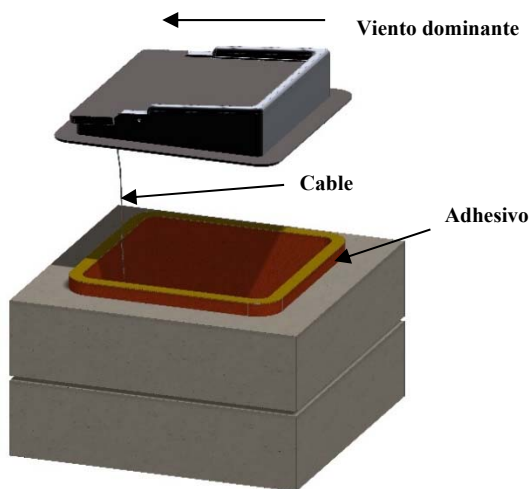

Figura 29. Instalación de la compuerta de montaje superior
A. Si instala un regulador de tiro con este modelo de chimenea Stone Age, utilice un regulador de tiro de montaje superior y siga las instrucciones incluidas con el regulador. Oriente correctamente el lado más alto de la compuerta con los vientos predominantes en su zona. Vea la figura 29.